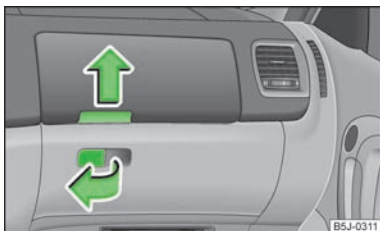

Abb. 63
- › Den Griff der Klappe in Pfeilrichtung ziehen » Abb. 63 und die Klappe herunterklappen.